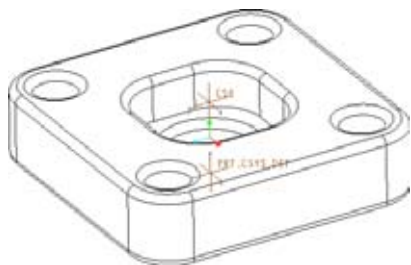

图3-90 创建坐标系
**03** 如图3-89所示，单击【坐标系】对话框中的【确定】按钮，即可完成坐标系的创建，结果如图3-90所示。